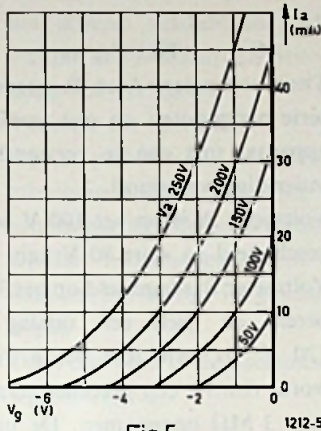

Fig.5
- 1) Bepaal met behulp van de $I_a - V_g$ karakteristieken (fig. 5) de